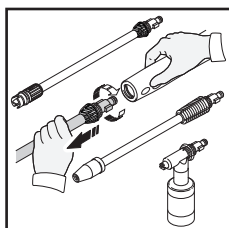
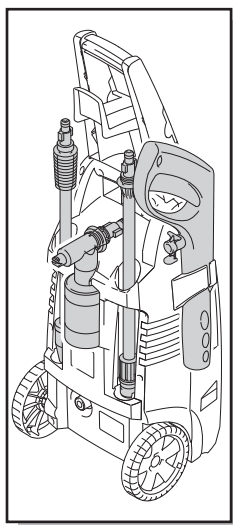

Fig. 24
Fig. 25
- Enlever la lance ou la bouteille détergente du fusil et le lieu dans le support accessoire (la fig. 24). Placer le fusil dans le support accessoire sur le côté de la rondelle de pouvoir. La chute perce dans les entailles fournies sur le dos de la rondelle de pouvoir. Assurer se rejeter du détergent restant de la bouteille. Rincer la tête de bouteille et jet avec l'eau fraîche pour empêcher obstruer. Appuyer la bouteille détergente dans l'espace entre les porte-lances (la fig. 25)